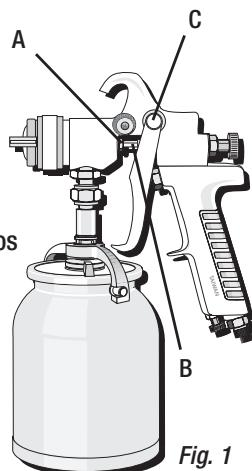

Fig. 1
- Vea la Fig. 1 para la ubicación de los puntos mencionados.